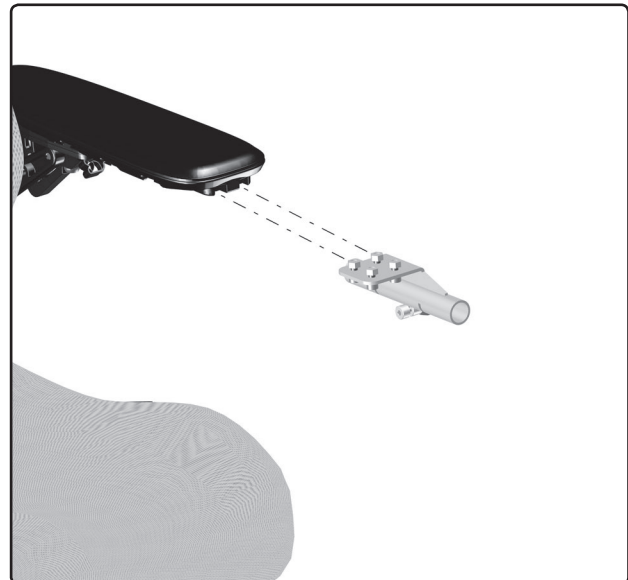

Bild 1.
1. Montera borsfästet på armstödet genom att skjuta in spårmuttrarna i spåren på armstödetts undersida. (*Bild 1*)